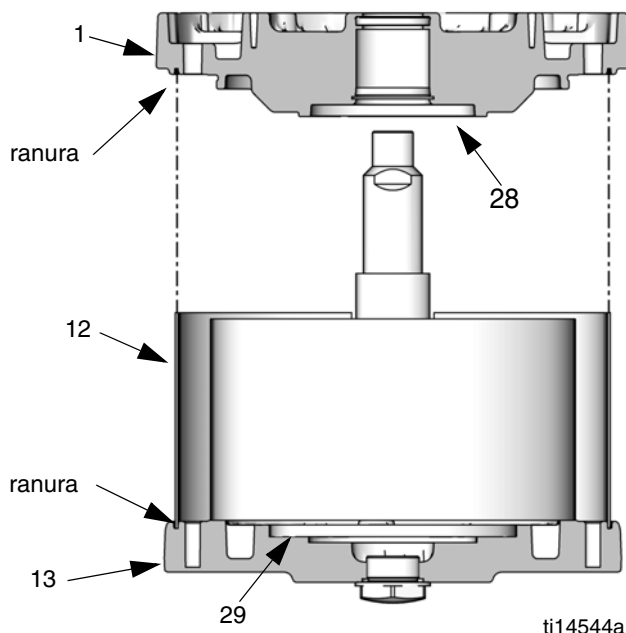

FIG. 13: Alineación de la protección en las ranuras de las cubiertas
8. Lubrique e instale la junta tórica (9*) en la cubierta inferior (1).
9. **M07xxx, M12xxx y M18xxx únicamente:** Instale el amortiguador del pistón (28) en la cubierta inferior (1).
10. Vea la FIG. 13. Coloque cuidadosamente la cubierta inferior (1) en el cilindro (11), deslizando la varilla a través del cojinete. Las superficies del colector en las cubiertas superior e inferior deben alinearse. Asegúrese de que la protección (12) está en la ranura en ambas cubiertas, la superior y la inferior.